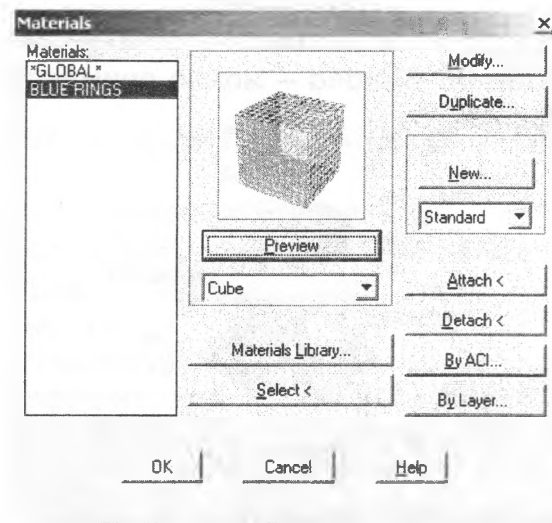

Рисунок 8.6
- В окне **Materials** (рис. 8.6):